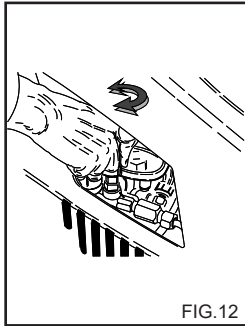

FIG. 12
Dieses Kapitel bezieht sich nur auf die Modelle, die über einen "Druckregulierer" verfügen. Mit dieser Vorrichtung (Fig.12) kann man den Betriebsdruck regulieren. Wenn man den Drehschalter C entgegen dem Uhrzeigersinn dreht (B) (Minimum) wird der Betriebsdruck verringert.